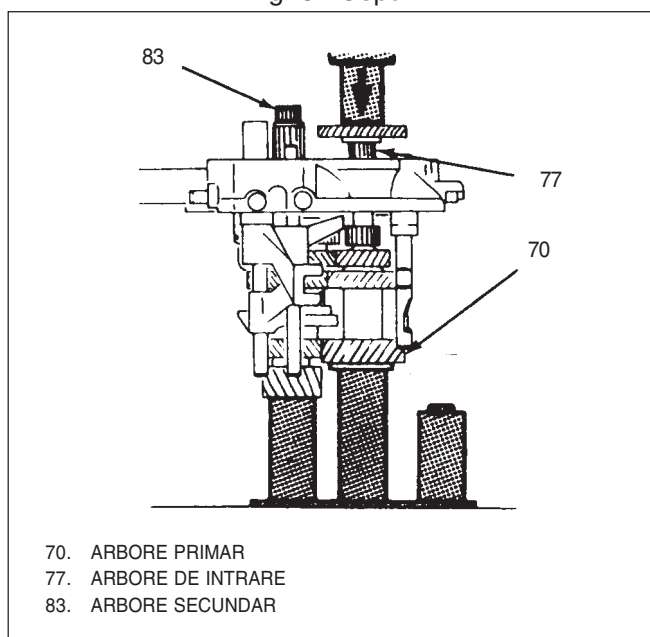

Fig. 85 Montare pinion viteza a 5-a
- 9) Tijele(35), arcuri(34) și cepuri(33) în placa portlagăre(36).
- Cepul lung(38) se montează cum este ilustrat.
- 10) Se poziționează placa portlagăre(36) cu axele după cum este arătat, Fig 85 și 86.